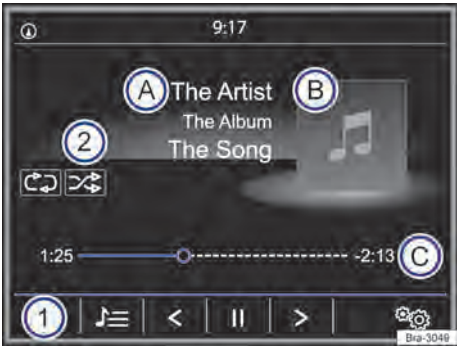

Fig. 140 Menu principal MEDIA.
– Pressionar o botão do rádio MEDIA para abrir o menu principal MEDIA → Fig. 140.
As fontes de mídia que são reproduzidas atualmente são exibidas na superfície de função na parte inferior esquerda → Fig. 140 ①.
- **OU**: no menu principal **MEDIA** tocar na superfície de função → Fig. 140 ① e selecionar a fonte de mídia desejada.